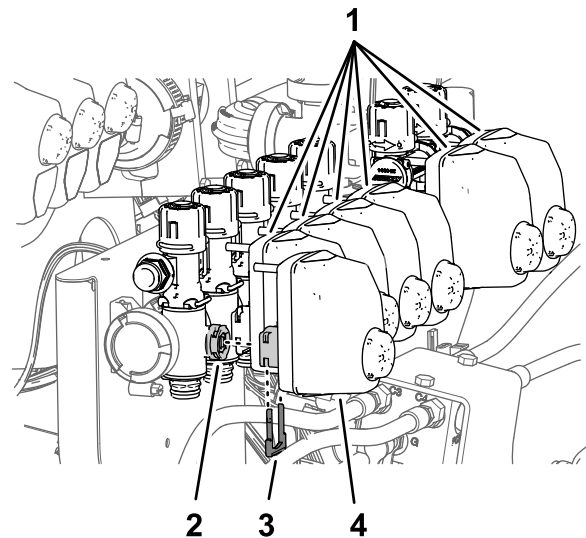

図 99
1. ノズルバルブ 1-7 用のバルブアクチュエータを固定しているリテーナを外す 図 99。
2. ノズルバルブ 1-7 からバルブアクチュエータを外す 図 99。
10. ノズルバルブ 1-7 にバルブアクチュエータを取り付ける (図 99)ステップ 1 で外したリテーナを使用する。